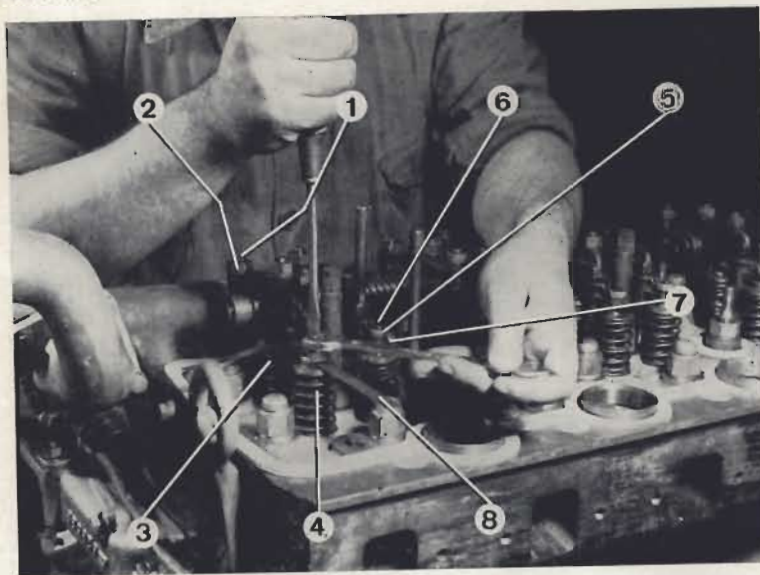

Fig. 2.10. - Ajuste de las válvulas
2.15 AJUSTE DE VÁLVULAS (fig. 2.10)
- El ajuste se realizará primero sobre la válvula interior y, a continuación, sobre la exterior (parte regulable del empujador de válvulas) (ver fig. 2.10).
Ajuste de cada pareja de válvulas (fig. 2.10)